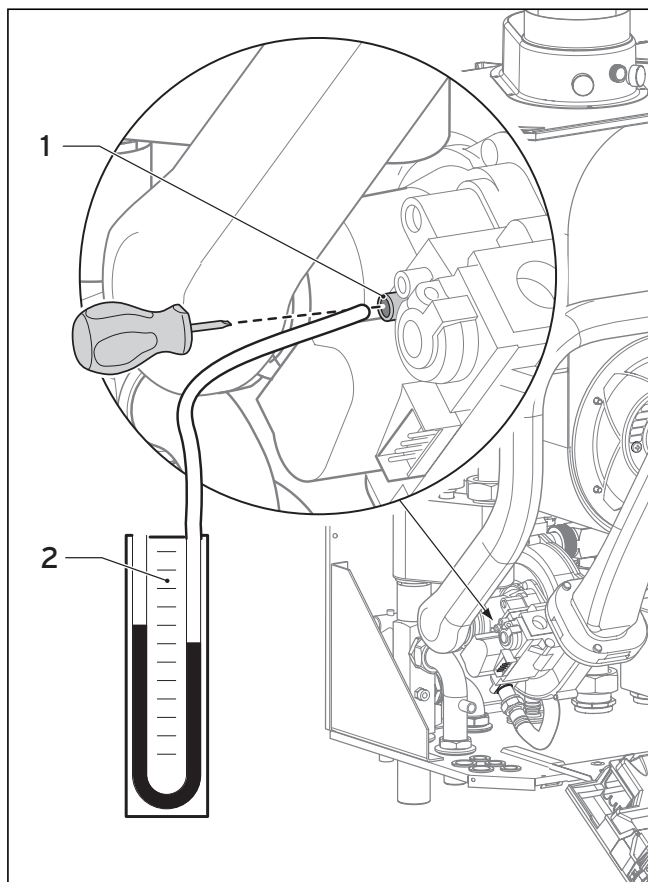

Fig. 5.3 Misurazione della pressione di allacciamento
Per controllare la pressione di allacciamento procedere come segue (fig 5.3).
- Rimuovere il manometro e riavvitare saldamente la vite di tenuta (1, fig. 5.3) servendosi dell'utensile in dotazione.